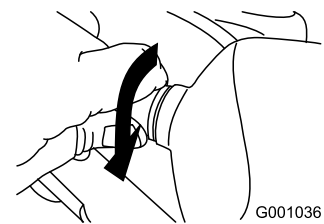

Figura 56
5. Gire la base de la lámpara en sentido horario hasta que quede apretado (Figura 56).